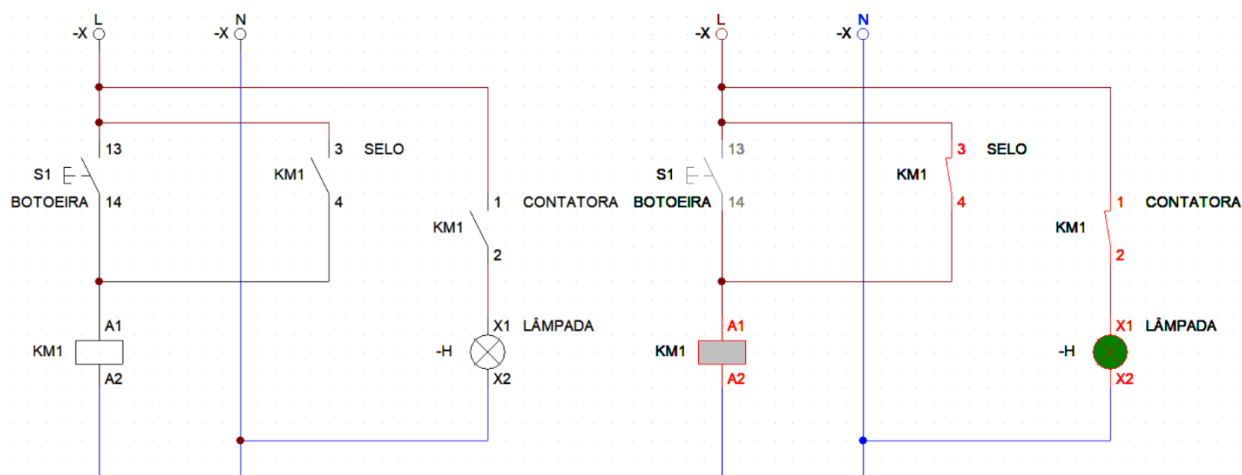

Figura 2 - Simulação no CAdE SIMU da parte II
- Crie um novo projeto e insira os seguintes componentes: fase (L), neutro (N), Disjuntor (opcional), S1 (NA) (botoeira), bobina KM1 (A1-A2), contato de potência KM1 (um polo), contato de potência (selo) e lâmpada (H1).
- Conecte o comando: L → na entrada de S1 (NA) → na entrada de A1 (KM1) e A2 → N.
- Conecte a potência: L → na entrada de KM1 (selo) → na saída de S1 (NA).
- O circuito deve ficar semelhante ao da Figura 2.